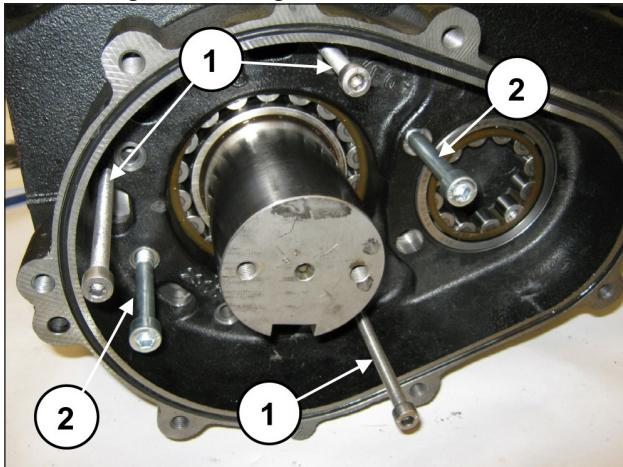

Abb. 23
Setzen Sie 3 Stiftschrauben oder Gewindeschrauben M8 (Pos. ①, Abb. 23) als Abzieher in die entsprechenden Bohrungen und zwei ausreichend lange Schrauben M10 für die Halterung des Getriebegehäuses ein (Pos. ②, Abb. 23).